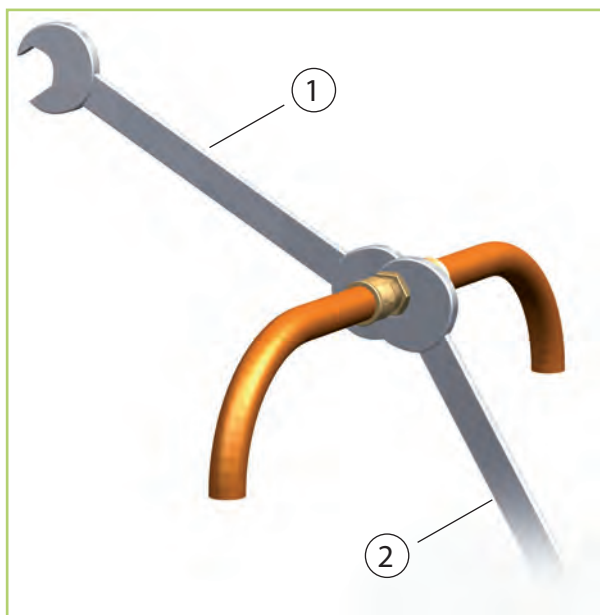

Abb. 33: Verschraubungen anziehen
- Die Verbindung der Kältemittelleitungen an den Geräteanschlüssen sollte zunächst per Hand erfolgen, um einen richtigen Sitz zu gewährleisten. Anschließend werden die Verschraubungen mit zwei passenden Maulschlüsseln befestigt. Es muss mit einem Schlüssel **gegengehalten** werden (Abb. 33).